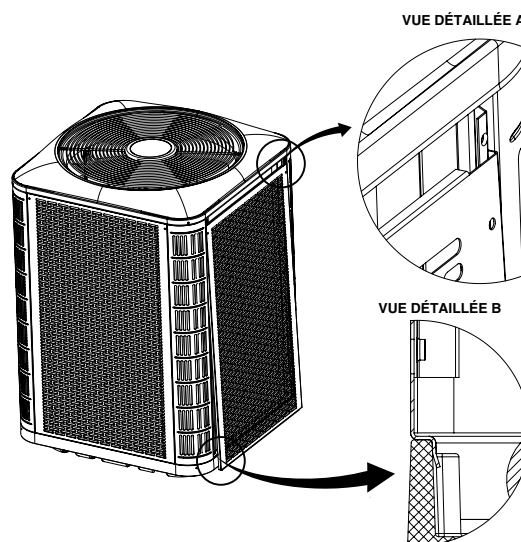

Figure 4. Installation du panneau
2. Glissez le panneau vers le haut et le bac supérieur pour dégager la bride inférieure du bac inférieur. Voyez la Figure 4, (page 7).